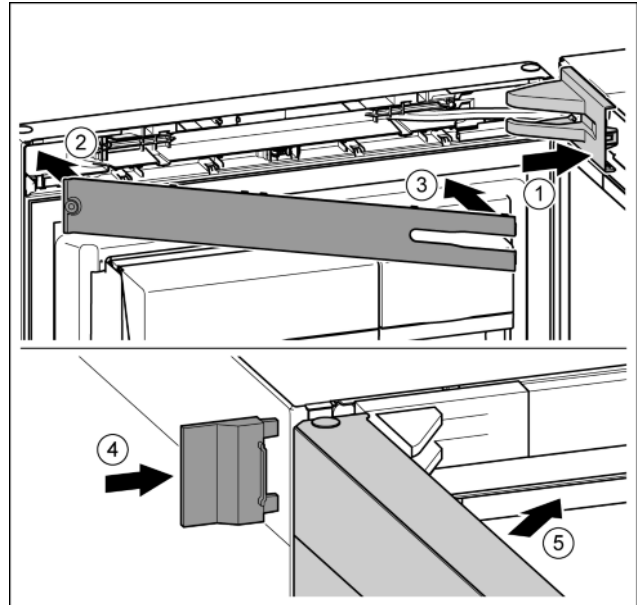

Fig. 25
- ▶ Nasadte a zaklapněte kryt stojanu ložiska, příp. opatrně přitlačte od sebe. Fig. 25 (1)
- ▶ Nasadte záslepku. Fig. 25 (2)
- ▶ Záslepku sklopte a zaklapněte. Fig. 25 (3)
- ▶ Vnější kryt nasuňte. Fig. 25 (4)
- ▶ Zavřete horní dveře. Fig. 25 (5)